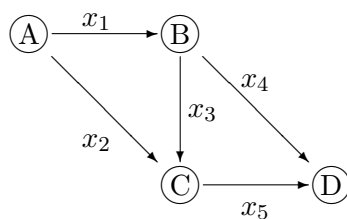
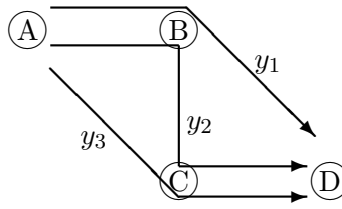

図 1.5: 道路網と交通量
図 1.7: パスごとに交通量を割り当てた交通網
[問題 1.6] 図 1.5 のようなネットワークで表される道路網を考える．郊外の A から都心部の D へ向かって  $w$  台の車が出発するとき，どのような経路を通って行けば道路網の効率利用の観点から望ましいか？道路網の効率を示す尺度は，通行に要するのべ時間とする．
- 問題 1.6 では各辺に交通量として変数  $x$  を割り当てた（図 1.5）．同じ問題に対して図 1.7 のようにパスに変数  $y_1, y_2, y_3$  を割り当てると，どのように定式化されるか．